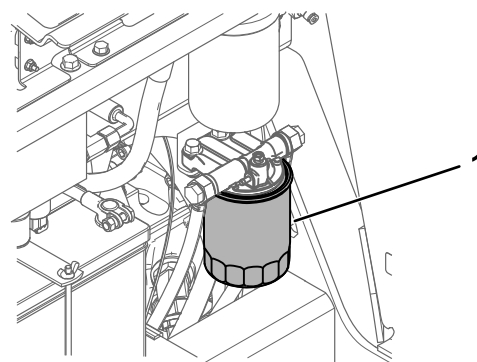

Figura 60
5. Coloque un recipiente limpio debajo del cartucho del filtro de combustible (Figura 60).